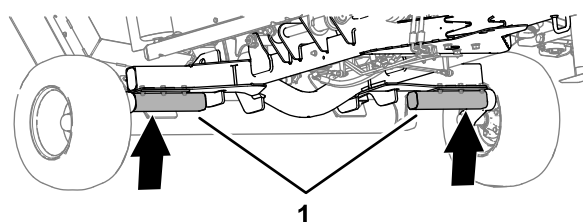

Рисунок 45
1. Поднимите газонокосилку за половины моста, как показано на Рисунок 45.